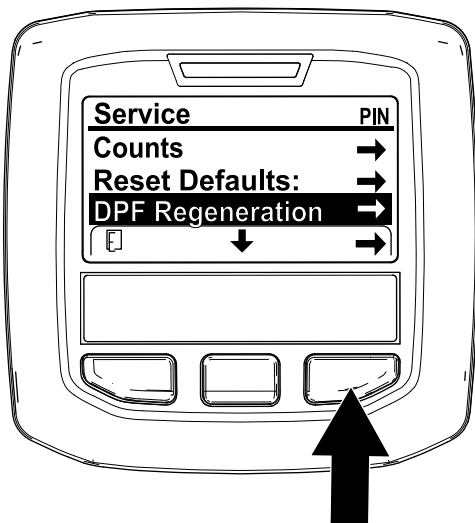

Figura 42
1. Aceda ao menu de manutenção, pressione o botão central para se deslocar para a opção REGENERAÇÃO DO DPF (Figura 42).
2. Pressione o botão direito para selecionar a entrada Regeneração do DPF (Figura 42).